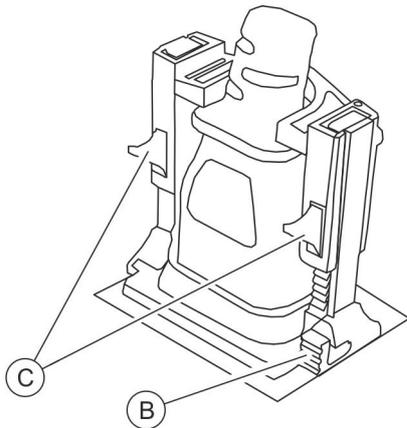

Fig. 17: Colocar la horquilla de bloqueo
3. Montar desde arriba la horquilla de bloqueo para fijar el enchufe macho (Fig. 17).
*Para soltar el enchufe pueden soltarse la horquilla de bloqueo o los soportes por medio de las palancas de desbloqueo (Fig. 17/ⓑ y ⓒ).*